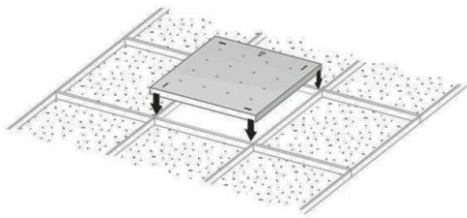

Рисунок 7 — Установка светильника Geniled серии Офис на подвесную конструкцию.
- 6.3.3. Установите светильник Geniled на монтируемое место (Рисунок 7). Следите за тем, чтобы кабель не оказался зажат между элементами конструкции потолка и светильника. Убедитесь, что светильник надежно закреплен на потолке.